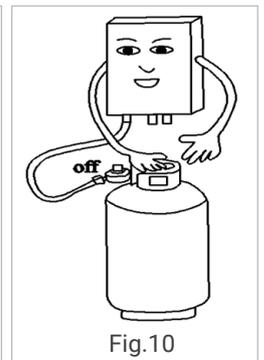

Fig.10
• Fermez le robinet de gaz après chaque douche (Fig.10).
- Vérifiez que la flamme s'éteint après chaque douche et n'oubliez pas de fermer le robinet de gaz (Fig.10)